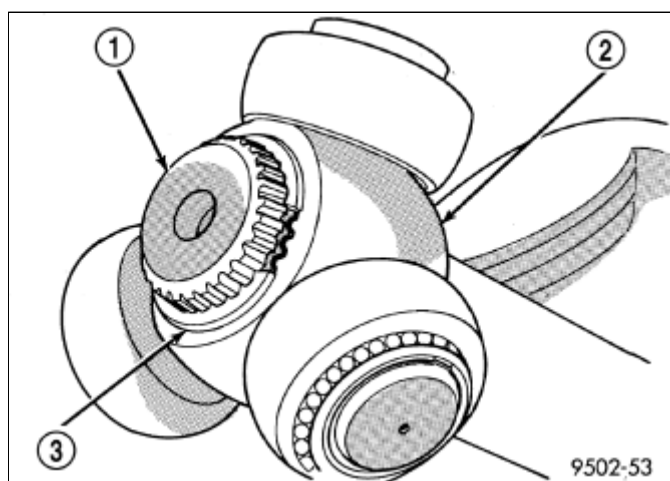

图 2 安装好的十字轴总成固定卡环
6. 拆卸将十字轴总成固定到互连轴的卡环 (3) (图 2)。 不要用敲打外三脚轴承的方法从互连轴上卸下十字轴总成。